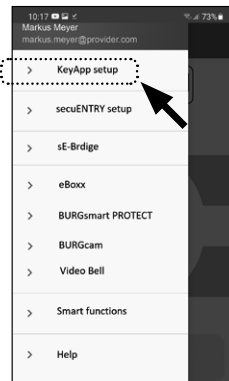

Abb. 67
- Tippen Sie den Menüpunkt „*KeyApp setup*“ (Abb. 67) an.